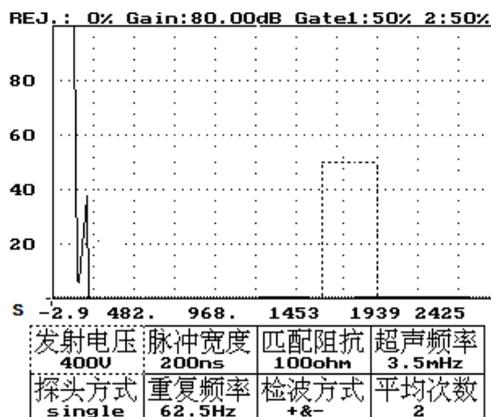

图 16-2
- 3、按进入键——显示超声控制菜单，如图 16-2 所示。